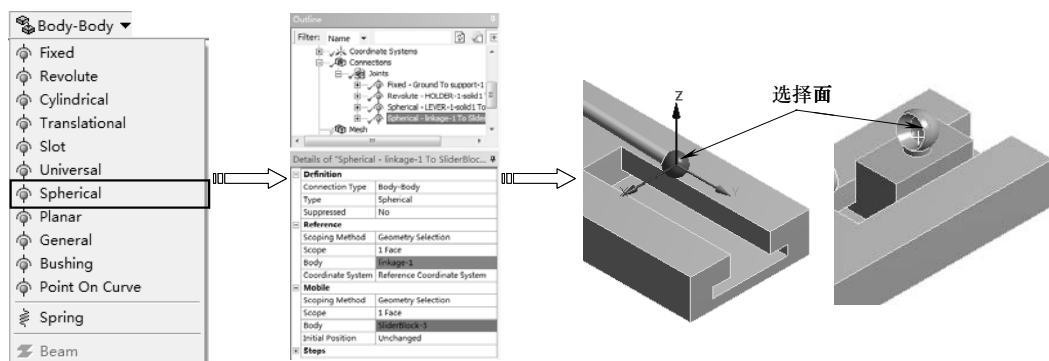

图 10-23 创建球铰 2
6) 单击【Connections】工具栏上的【Body-Body】|【Spherical】命令，分析树中增加【Spherical-No Selection To No Selection】节点。分别选择如图 10-23 所示的表面，再分别单击详细设置窗口中的【Preference】和【Mobile】列表中【Body】下的【Apply】按钮完成，如图 10-23 所示。